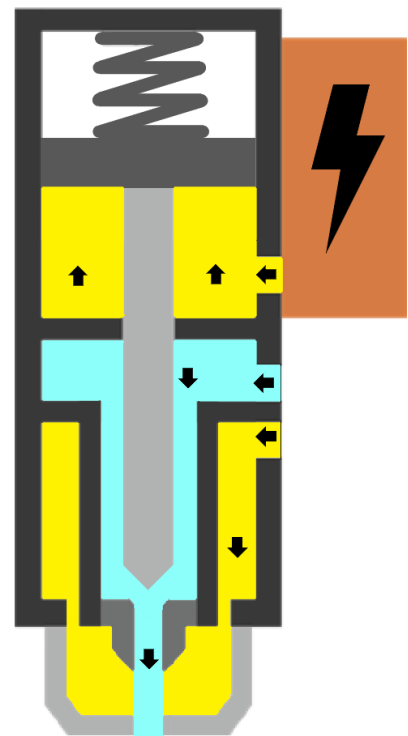

Abbildung 06 – Dosierphase
- Die Nadel öffnet sich und zerstäubte Flüssigkeit beginnt auszutreten (Abbildung 06);